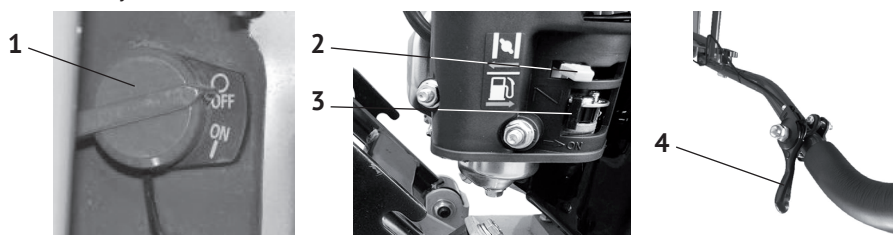

рис.4
- перевести выключатель зажигания (рис.4 поз.1) в положение „ON“ – включено;
- открыть топливный кран (рис.4 поз.3) – крайнее правое положение – «ON»;
- установить рычаг управления воздушной заслонкой (рис.4 поз.2) в положение - „закрыто“ при пуске холодного двигателя, или в промежуточное положение при прогревом двигателя;
- рычаг (рис.4 поз.4) дроссельной заслонки (рычаг газа) должен находится в положении холостого хода;
- перевести рычаг газа (рис.4 поз.4) в положение холостого хода;
- выключатель зажигания (рис.4 поз.1) поставить в положение „OFF“ – выключено;